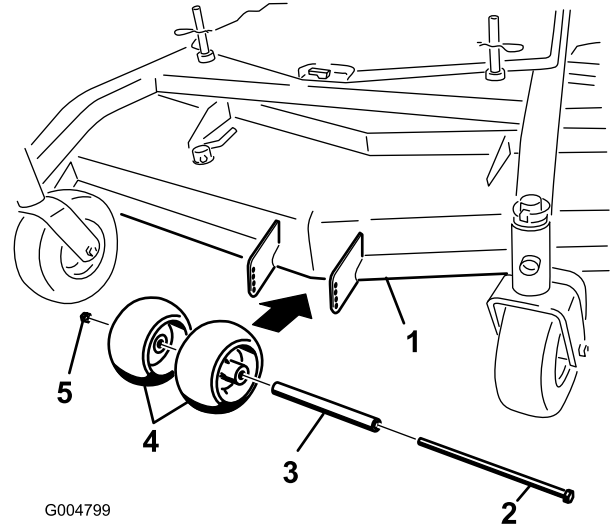

Figura 13
- Después de ajustar la altura de corte, revise los rodillos para asegurarse de que haya una separación mínima del suelo de 10 mm (3/8 pulg.) (Figura 13, Figura 14, Figura 15).
- Si es necesario realizar ajustes, retire el perno, las arandelas y la tuerca (Figura 13, Figura 14, Figura 15).
- Seleccione un taladro para que los rodillos tengan una separación mínima del suelo de 10 mm (3/8 pulg.) (Figura 13, Figura 14, Figura 15).
- Instale el perno y la tuerca (Figura 13, Figura 14, Figura 15).